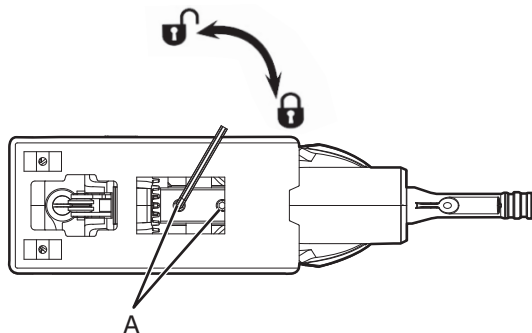

FIG. 4
1. La placa de asiento puede ajustarse 45° (izquierda o derecha) en relación a la dirección de la sierra para facilitar el aserrado de contorno. Afloje los dos tornillos de sujeción (A) debajo de la placa de asiento con la ayuda de la llave hexagonal interior suministrada con la herramienta, ajuste la placa de asiento al ángulo deseado y vuelva a apretar los tornillos (A). (Véase la Fig. 4).